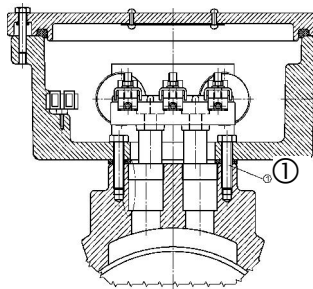
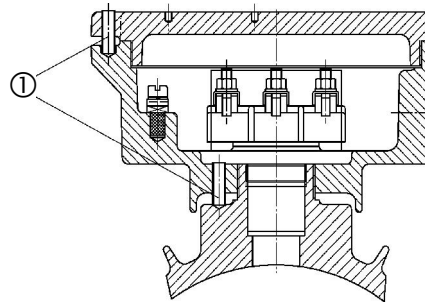

Abbildung 5: Klemmenkasten mit Befestigungsschraube ①
Abbildung 6: Klemmenkasten mit Gewindestift ①
Öffnen Sie den Kasten durch Lösen der Deckelschrauben (Abbildung 5) oder bei Ausführung mit Gewindestift (Abbildung 6) durch zurückdrehen des Gewindestiftes und anschließendem Aufdrehen des Gewindedeckels. Verschließen Sie den Klemmenkasten nach dem Netzanschluss in gleicher Weise.
- die vier Befestigungsschrauben (→ Abbildung 5) oder
- die Verdrehsicherung durch den/die Gewindestifte (→ Abbildung 6).Die Schrauben sind durch anaeroben Kleber gesichert. Dieser kann durch einen Hammerschlag auf den Schraubenkopf gelöst werden.
Klemmenkästen, die entsprechend Abbildung 6 befestigt sind, dürfen Sie vom Gewindeanschlag maximal eine Umdrehung zurückdrehen.